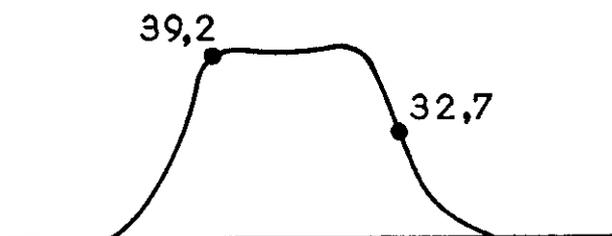

Fig. 4
- Retoucher le circuit d'entrée de la barrette MF-UHF, afin d'obtenir la courbe de la figure 4.